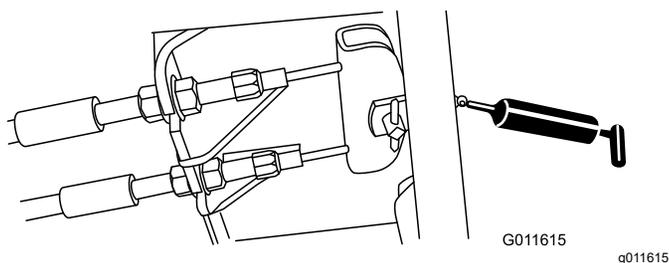

Рисунок 73
- Педаль тормоза (1 шт.) (Рисунок 73)